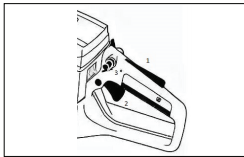
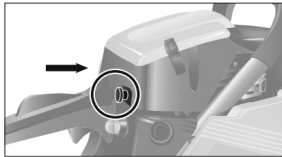

рис. 1.8
рис. 1.9
7. Нажмите блокиратор и курок газа полностью; переведите бензопилу в «рабочее положение» (рычаг воздушной заслонки уберите в корпус пилы) см. Рис. 1.8., см. Рис. 1.9.